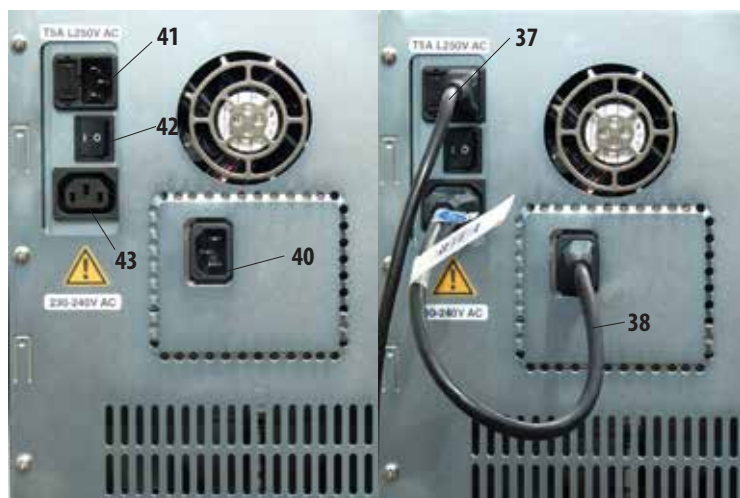

图3
- 检查仪器背面的电压标签 (图3)，确保为交付的仪器设置正确的电压范围。